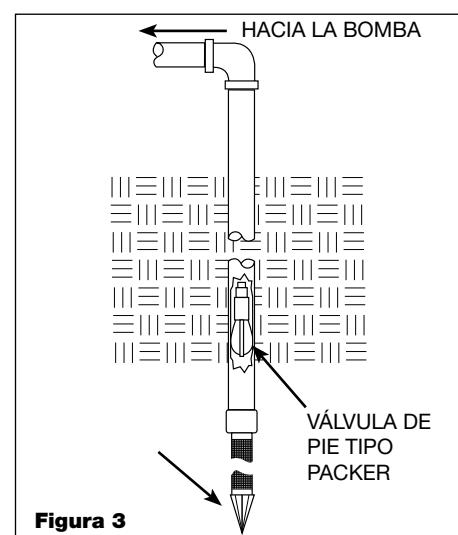

Figura 3
**NOTA:** Puede instalar una válvula de pie tipo packer en el pozo (Vea la Figura 3). Este tipo de válvula de pie permite que la tubería en el pozo se llenen de agua durante el proceso de cebar la bomba y le facilita chequear si hay fugas en la tubería de entrada. Siga las instrucciones del fabricante para instalar la válvula de pie tipo packer.